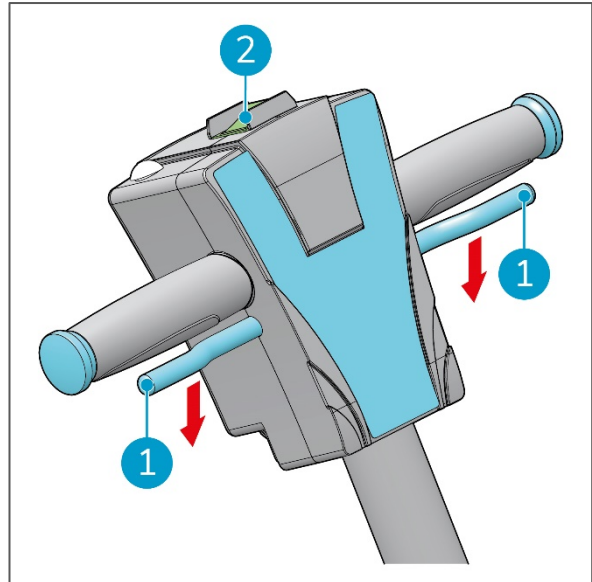

Figura 24
1. Rilasciare il grilletto (Figura 24, pos 1) per arrestare automaticamente i-scrub.
2. Premere l'interruttore di accensione/spegnimento per interrompere l'alimentazione (Figura 24, pos 2).